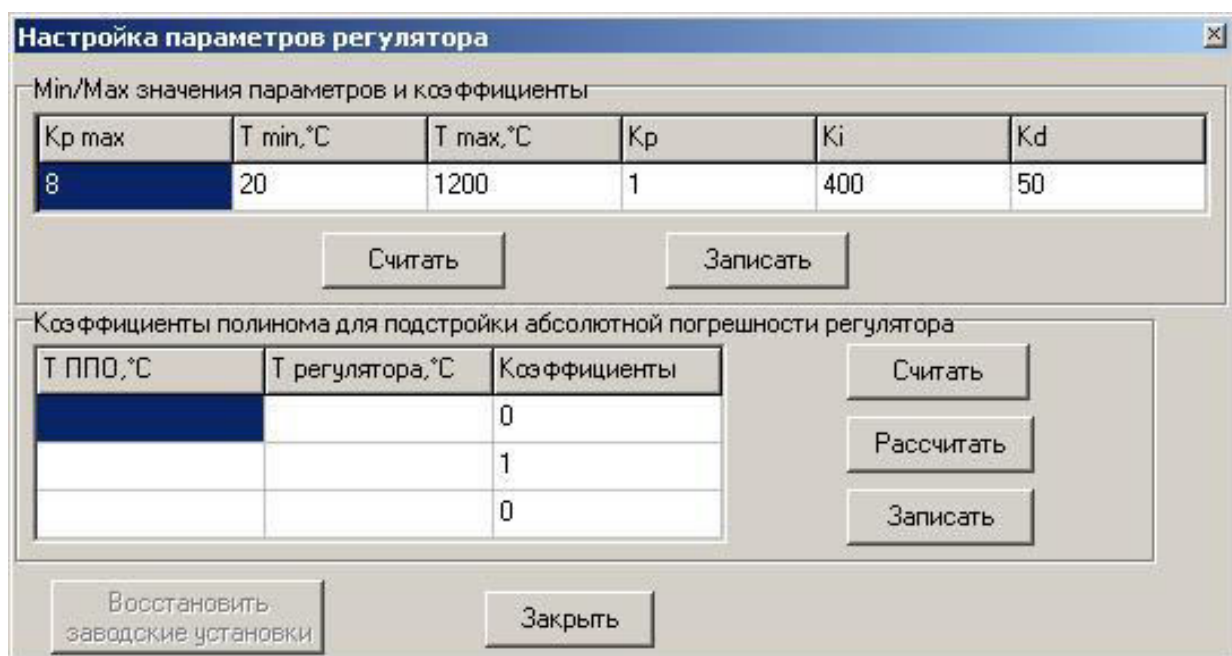

Рисунок 11 – Режим настройки БУ-7-4 печи МТП-2МР-50-500 (МТП-2МР-70-1000)
После ввода пароля на экране появится окно настройки БУ-7-4 печи МТП-2МР-50-500 (МТП-2МР-70-1000) (см. рисунок 11).
7.5.6.3.9 Введите значение температуры, полученное при выполнении 7.5.6.3.8 в первое поле столбца "Т ППО, °С", в таблице "Коэффициенты полинома для подстройки абсолютной погрешности регулятора", а в первое поле столбца "Т регулятора, °С" введите 300 (см. рисунок 11).